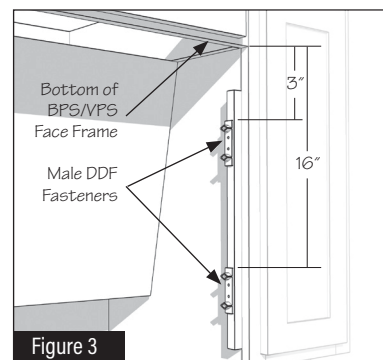

Figure 3
- 4 Attach male side of DDF FASTENERS to cleats positioning them 3" and 16" down from the bottom of the BPS/VPS Face Frame. (Fig. 3)
- 4 Fije el lado macho de los SUJETADORES DDF a los listones colocándolos a 7.62 cm y 40.64 cm hacia abajo desde la parte inferior del marco frontal BPS/VPS. (Fig. 3)